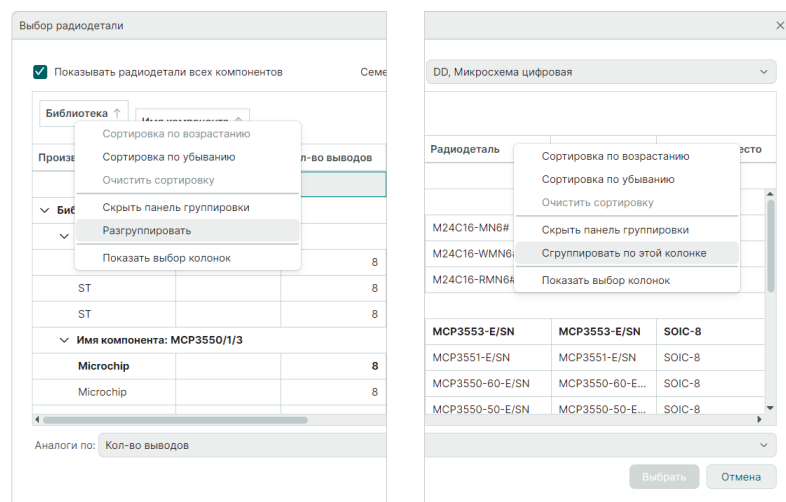

Рис. 110 Добавление/удаление столбца в панель группировки
4. Добавление столбца в панель группировки производится с помощью команды контекстного меню «Сгруппировать по этой колонке», для исключения столбца из панели группировки используйте команду «Разгруппировать», Рис. 110.